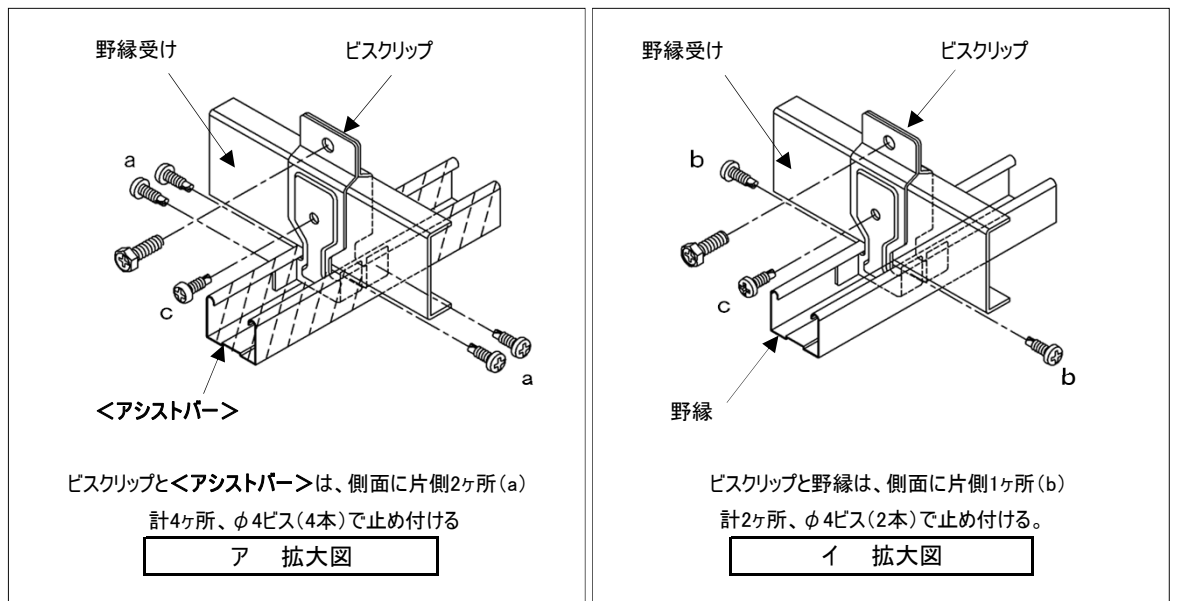

図 2-16 ブレース付近のビス止め補強方法(拡大図)
- ・ビスクリップと<アシストバー>は、側面に片側2ヶ所、計4ヶ所、φ4ビス(4本)で止め付ける。(図2-16 ア拡大図a 参照)
- ・ブレース廻りのビスクリップ6ヶ所と野縁は、側面に片側1ヶ所、計2ヶ所、φ4ビス(2本)で止め付ける。(図2-16 イ拡大図b 参照)
- ・ビスクリップと野縁受けはφ4ビス(1本)で止め付ける。(図2-16ア・イ拡大図c 参照)